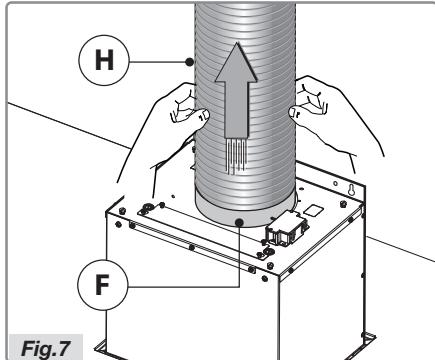

Fig.7
- Attachez le tuyau d'évacuation d'air **H** (non fourni avec la hotte) à la bride de raccordement **F**, comme indiqué à la figure 7.